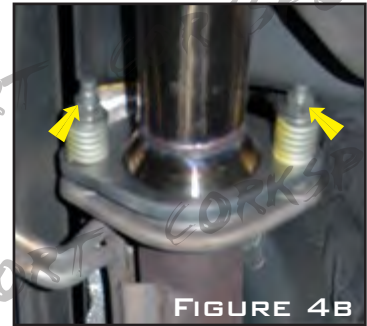

FIGURE 4B
B) SWITCHING TO THE REAR FLANGE, BACK THE NUTS SHOWN IN FIGURE 4B OFF OF THE SPRING LOADED STUDS TO RELEASE THE REAR HALF OF THE CATPIPE. SET ASIDE THE SPRINGS, THEY WILL BE REUSED.